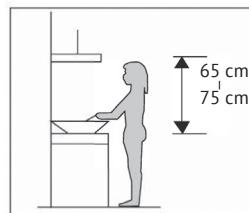

Abb. 1
- Um die beste Wirkung zu erzielen, sollte die Dunstabzugshaube in einem Abstand von 65-75 cm von der Kochfläche aufgestellt werden. Siehe Abbildung 1.